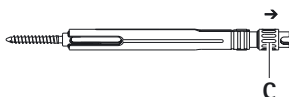

Fig. 6
- Desapertar o parafuso de aperto **C** no sentido da seta, até que a rosca fique visível no sentido da extremidade de trabalho, ver Fig. 6.